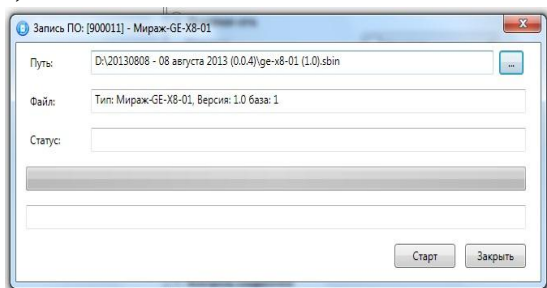
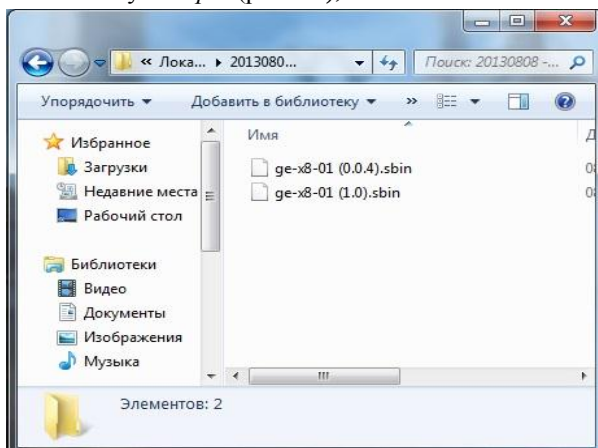

Рис.36. Задание файла прошивки
Рис.37. Выбор файла прошивки
- ✓ в открывшемся окне *Запись программного обеспечения* укажите наименование загружаемого файла прошивки с расширением *.sbin (рис. 36);
- ✓ для выбора файла прошивки нажмите кнопку  и в открывшемся окне *Открыть* выберите папку, имя файла и нажмите кнопку *Открыть* (рис. 37). В окне *Загрузка программного обеспечения* нажмите кнопку *Старт* (рис. 36);
- ✓ в открывшемся окне *Запись программного обеспечения* укажите наименование загружаемого файла прошивки с расширением *.sbin (рис. 37);
- ✓ для выбора файла прошивки нажмите кнопку  и в открывшемся окне *Открыть* выберите папку, имя файла и нажмите кнопку *Открыть* (рис. 36);